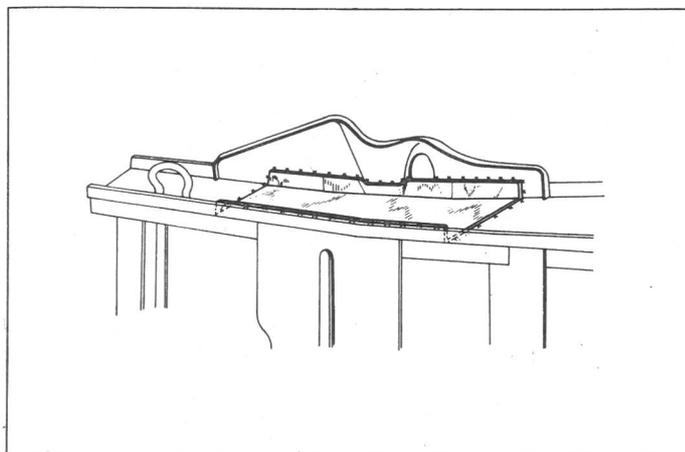

Fig. 3
- Mettre en place les renforts extérieurs (voir fig. 3) Procéder à leur soudage par points autogènes (MIG) sur toute leur périphérie.